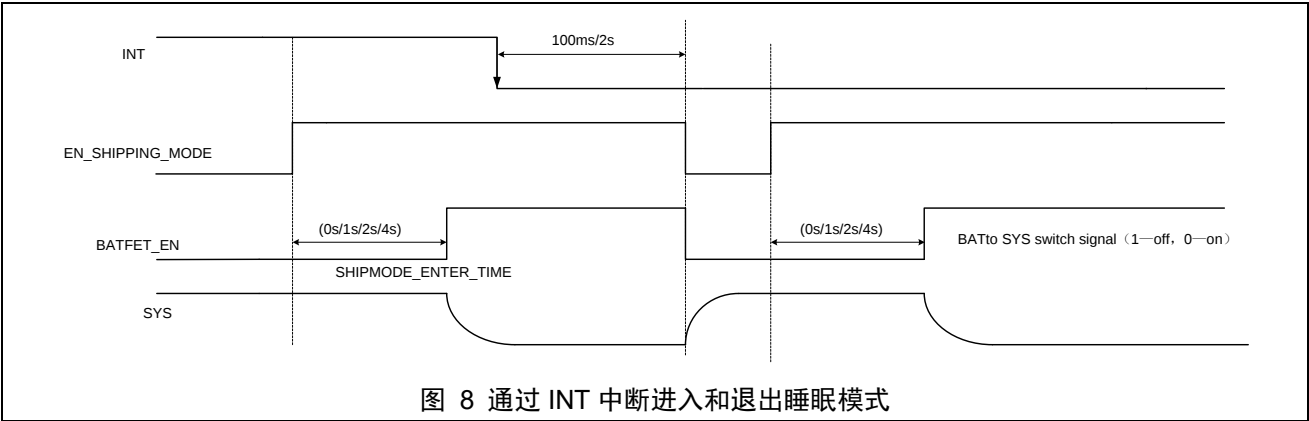

图 8 通过 INT 中断进入和退出睡眠模式
- 1) 当芯片在睡眠模式下，同时只有接电池时，EN_SHIPPING_MODE 保持高电平,通过按键 KEY1（请看典型应用线路图）把 INT 置低并保持 100ms/2s，ET9563 将会被唤醒，在退出休眠模式时，EN_SHIPPING_MODE 将会自动复位为 0。（如表 2 和图 8 所示）